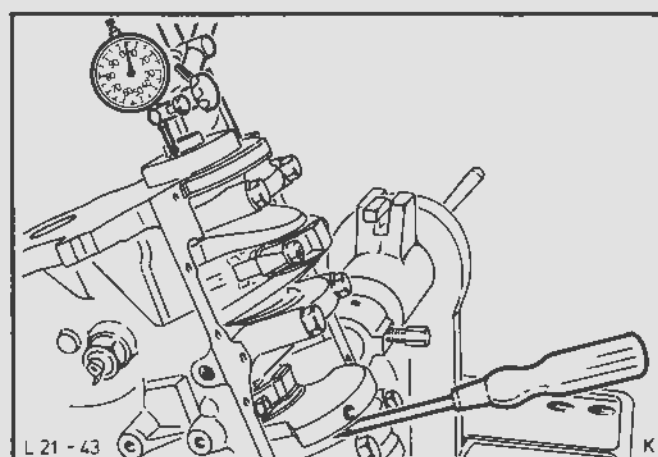

Fig.51. Mål krumtapakslens endeslør
33. Kontroller krumtapakslens endeslør med et måleur, Fig.51, og korriger evt. endesløret med nye halve trykskiver.